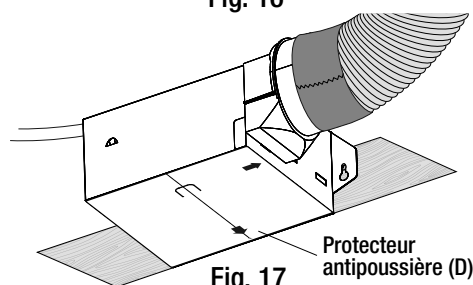

Fig. 17
- Une fois que l'installation est satisfaisante, protéger le moteur du ventilateur de la baignoire contre la poussière et les débris de construction à l'aide du protecteur antipoussière fourni (D) jusqu'à ce que la construction soit terminée. Voir la figure 17. Ne pas installer le protecteur antipoussière dans le cadre d'un projet de construction terminé. Ne pas faire fonctionner le ventilateur avec le protecteur antipoussière en place, car cela endommagerait le moteur.